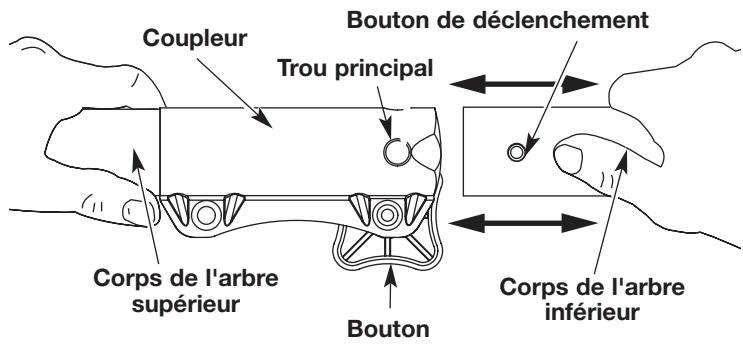

Fig. 2
3. Tenez fermement l'accessoire et enfoncez-le tout droit dans le coupleur (fig. 2).
**MISE EN GARDE :** verrouillez le bouton de déclenchement dans le trou principal (fig. 2) et vissez bien le bouton avant de faire marcher l'appareil.
3. Tenez fermement le corps de l'arbre supérieur et retirez l'accessoire d'élagage du coupleur (fig. 2).